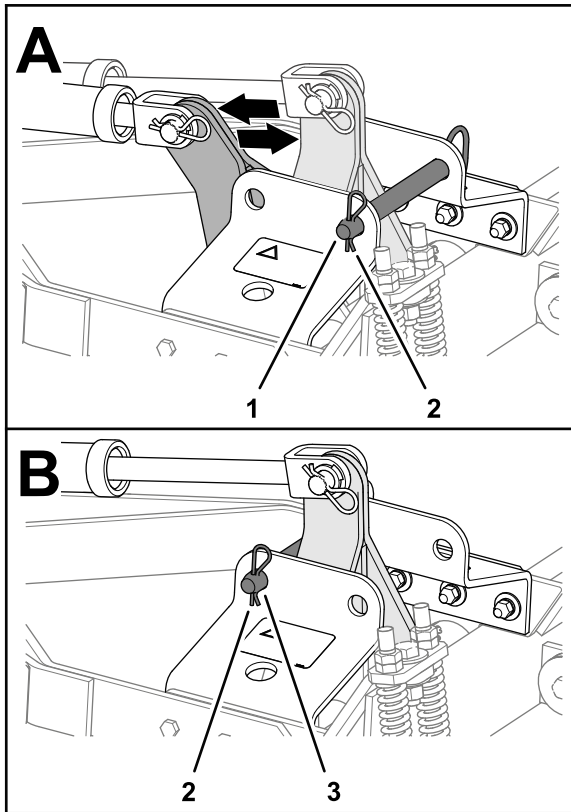

図 22
移動させ、ロックピンをブラケットにヘアピンで固定する 図 22。
7. ロックピンのヘアピンを抜いて、ロックピンをロックバーブラケットの前穴移動走行位置に移動させ、ロックピンをブラケットにヘアピンで固定する 図 22。